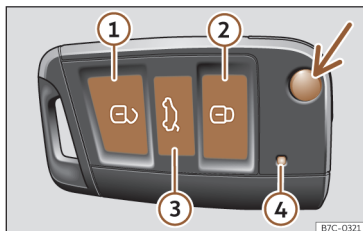

Fig. 42 Llave del vehículo.
Para plegar y desplegar el espadín de la llave pulse el botón >>> fig. 42 (flecha).
Cuando se pulsa brevemente un botón en la llave del vehículo, el testigo de control parpadea ④ >>> fig. 42 una vez brevemente, pero si se pulsa durante un tiempo prolongado, parpadeará varias veces, por ejemplo, en la apertura de confort.